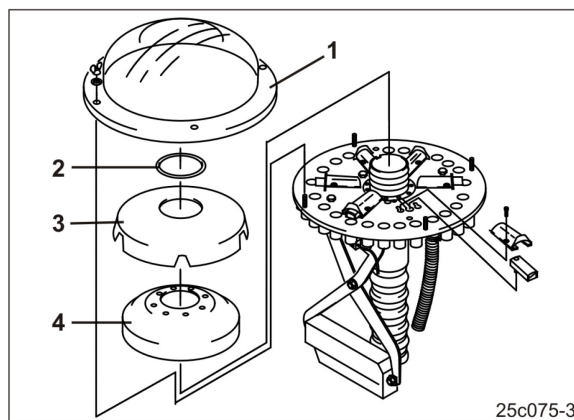

Рис. 118
10. Закрепите пенопластовую вставку (Рис. 118/1).
11. Закрепите внутреннюю крышку распределителя (Рис. 118/2)
12. Установите кольцо (Рис. 118/3)
13. Установите внешнюю крышку распределителя (Рис. 118/4)